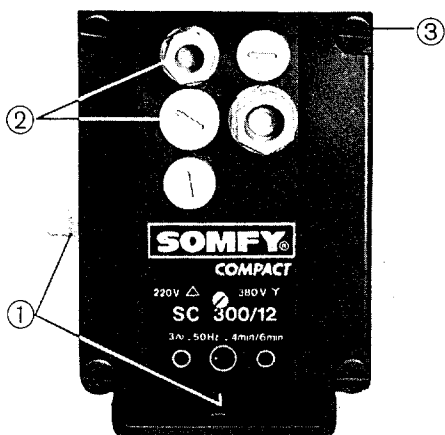

Abb. 3
- Kabel in Pos. 1 einführen und an Pos. 9 anschließen (s. Abb. 3). Leiterquerschnitt 1,5 ... 2,5 mm².